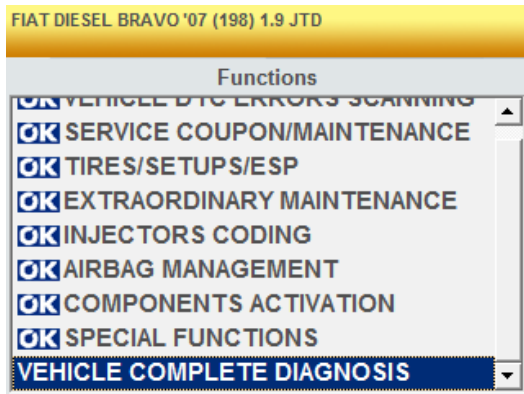

Fig.9
8. Wybrać „Diagnostykę systemów pojazdu” używając strzałek „▼” i „▲”, a następnie wcisnąć „▶” (rys. 9)